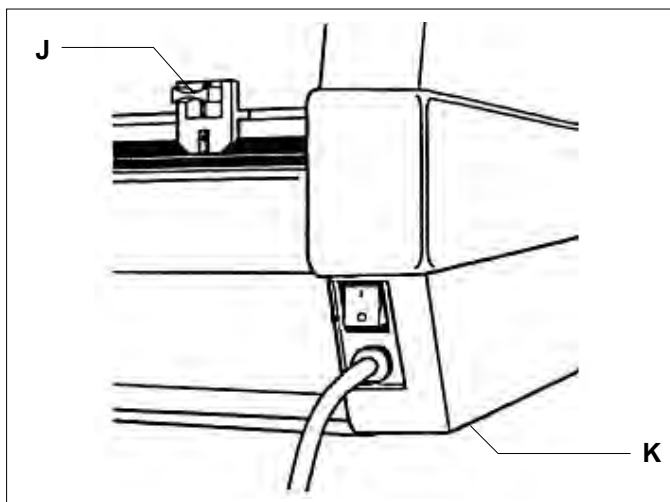

Fig. 7
J. REAR SLITTER: (Fig. 7) Used to cut the film web where it exits the rear of the laminator.
K. CIRCUIT BREAKER: (Fig. 7) Electrical safety device, located under the left side cover, can be reset by the operator if tripped.
J. ROTAIA DI TAGLIO: (fig. 7) Utilizzata per tagliare il film alla sua uscita sul retro della plastificatrice.
K. INTERRUOTORE AUTOMATICO: (fig. 7) Se è disinnestato, questo dispositivo elettrico di protezione, posto sul retro della plastificatrice accanto al cavo di alimentazione, può essere ripristinato dall'operatore.
J. ABTRENNVORRICHTUNG: (Abb. 7) Zum Abtrennen der Folienbahn, wenn diese auf der Rückseite des Laminiergeräts austritt.
K. LEISTUNGSSCHALTER: (Abb. 7) Elektrische Sicherheitsvorrichtung unter dem Deckel auf der linken Seite. Der Schalter kann vom Benutzer wieder zurückgestellt werden, wenn er ausgelöst werden sollte.
J. ACHTERSTE AFSNIJRAND: (afb. 7) Deze wordt gebruikt om de filmbaan af te snijden zodra deze uit de achterkant van de laminator komt.
K. STROOMONDERBREKER: (afb. 7) Dit is een elektrische beveiliging onder de linker zijafdekking die na een onderbreking opnieuw kan worden ingesteld door de operator.
J. DÉCOUPEUSE ARRIÈRE : (Fig. 7) Utilisé pour couper le lé de film lorsqu'il sort à l'arrière de la plastifieuse.
K. DISJONCTEUR : (Fig. 7) Le dispositif de sécurité électrique, situé sous le couvercle arrière gauche, peut être réinitialisé par l'opérateur s'il est déclenché.
J. TAJADERA POSTERIOR: (Fig. 7) Sirve para cortar el rollo de película en el punto donde sale por la parte posterior del laminador.
K. INTERRUPTOR AUTOMÁTICO: (Fig. 7) Este es un dispositivo eléctrico de seguridad, ubicado en la tapa del lado izquierdo, y puede ser reajustado por el operador si se vuelca.